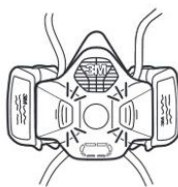

Fig. 6
2. Enfoncez la cartouche dans le raccord jusqu'à ce que vous entendiez un clic et que le bouton bleu de dégagement de la cartouche/du filtre revienne à sa position initiale (Fig. 6).